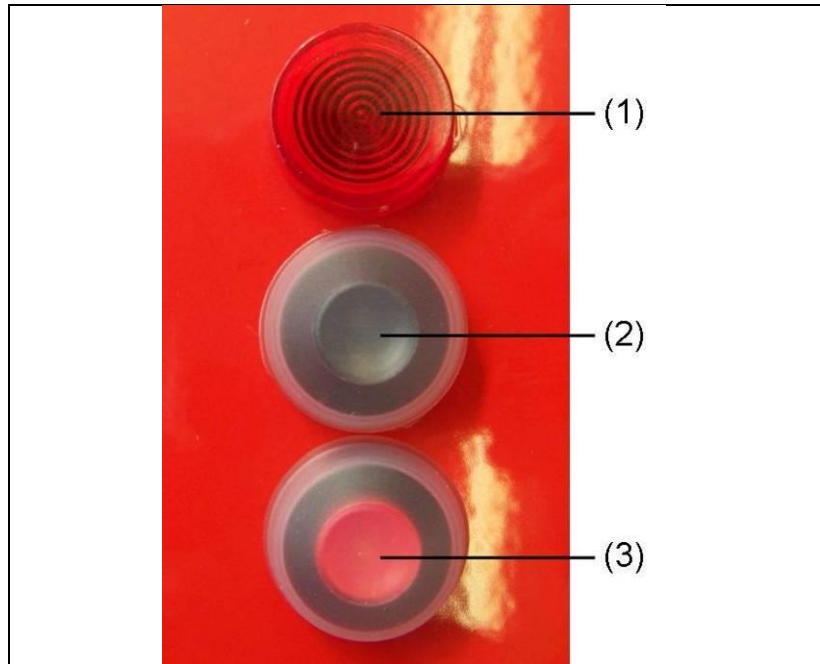

Abb. 5-4: Isolationsüberwachung ohne E-MCS 4.0
Drücken Sie den Testknopf (siehe Abb. 5-4-(3))
✓ Die Lampe (siehe Abb. 5-4-(1)) zeigt das Ergebnis an:
2. Nach der Überprüfung muss der Reset-Taster (siehe Abb. 5-4-(2)) gedrückt werden um das Gerät wieder zu betreiben.
- ✓ Die Lampe (siehe Abb. 5-4-(1)) zeigt das Ergebnis an:
2. Nach dem abschalten und abstecken des Verbrauchers muss der Reset-Taster (siehe Abb. 5-4-(2)) gedrückt werden um das Gerät wieder zu betreiben.
3. Drücken Sie den Testknopf (siehe Abb. 5-4-(3))
- ✓ Die Lampe (siehe Abb. 5-4-(1)) und die Position des Leitungsschutzschalters zeigen das Ergebnis an:
4. Nach der Überprüfung muss der Reset-Taster (siehe Abb. 5-4-(2)) gedrückt und der Leitungsschutzschalter in Pos. 1 gebracht werden um das Gerät wieder zu betreiben.
2. Nach dem abschalten und abstecken des Verbrauchers muss der Reset-Taster (siehe Abb. 5-4-(2)) gedrückt und der Leitungsschutzschalter in Pos. 1 gebracht werden um das Gerät wieder zu betreiben.